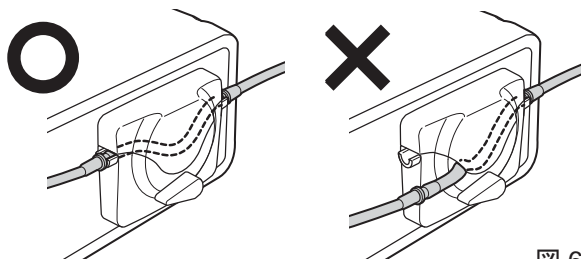

図 6
- ・ イリゲーションチューブが、図 6 の様にローラー上にあることを確認してポンプカバーを閉めてください。ずれたままポンプカバーを閉めるとイリゲーションチューブが切れる恐れがあります。